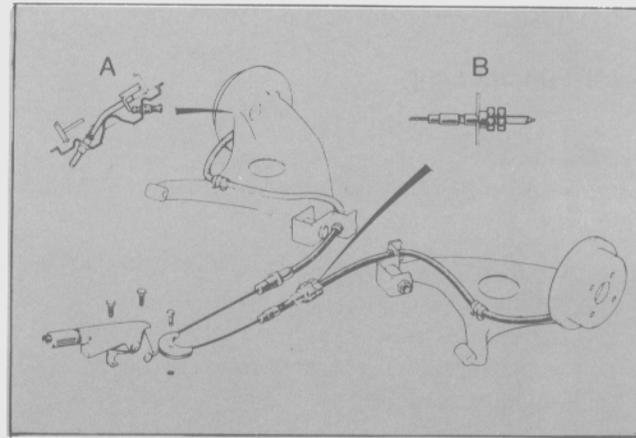

Fig. 65 - Conjunto de freno de estacionamiento
- Tirar del cable por la subestructura del puente trasero y retirarlo del vehículo (Fig. 65).